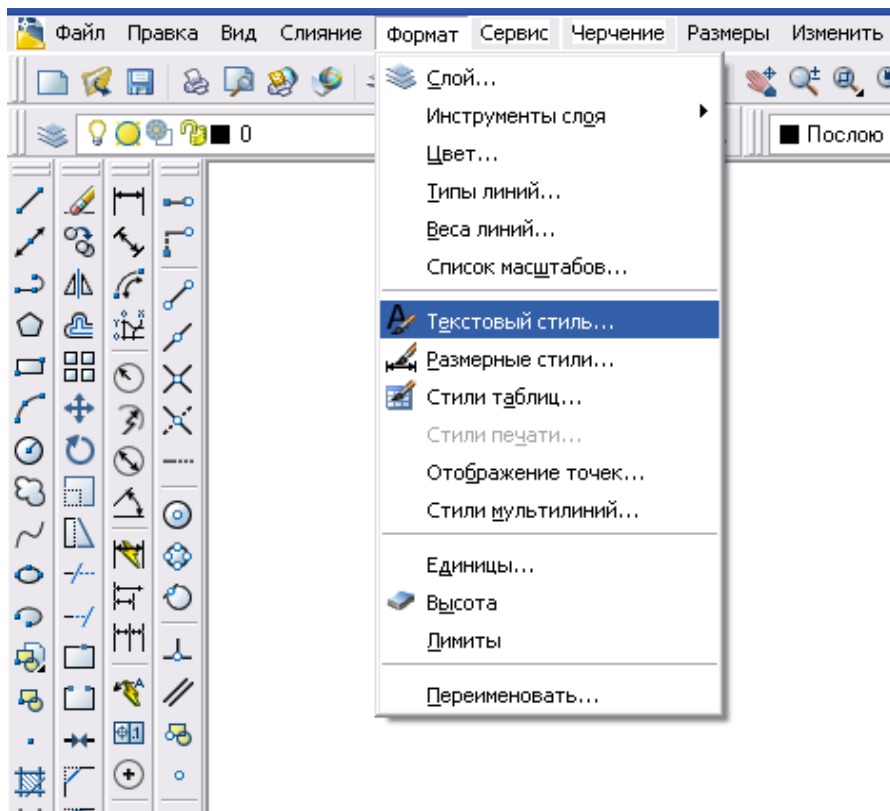

Рис. 1.26. Фрагмент вікна виклику текстового стилю
– з меню «Формат» викликати «Текстовый стиль» (рис. 1.26)